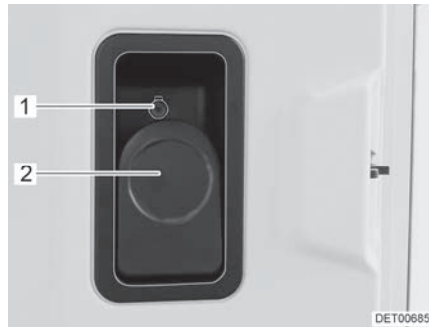

Fig. 53 Serrure de la porte (porte cellule à l'intérieur)
- Ouvrir :** ■ Tirer le levier (Fig. 53,2).
- Verrouiller :** ■ Enfoncer le bouton de sécurité (Fig. 53,1).